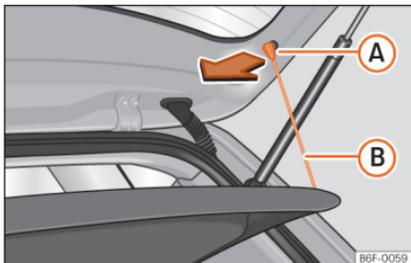

Abb. 122 Im Gepäckraum: Gepäckraumabdeckung aus- und einbauen.
- Hängen Sie die Haltebänder »» Abb. 122 (B) aus den Aufnahmen (A) aus.
- Hängen Sie die Haltebänder »» Abb. 122 (B) an der Heckklappe ein.